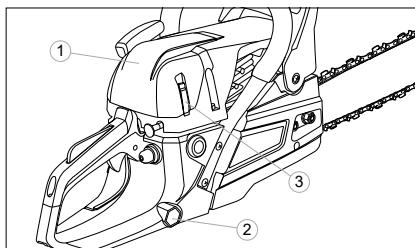

Fig. 24
1. Rimuovere il coperchio del filtro dell'aria 1 (fig. 24) rilasciando i fermi 3. Per farlo, usate un cacciavite sulla chiave della candela 2.